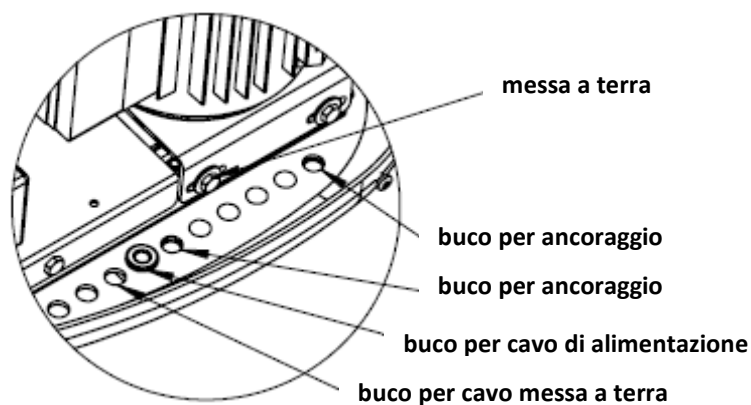

fig. 3
- L'ancoraggio viene effettuato per mezzo di bulloni M8-160 (fig. 3) e con l'aiuto di tassello chimici (malta e resina bicomponente per fissare parti meccaniche con sottostrati minerali). La profondità delle viti è di 138 mm. Per il blocco applicare rondelle larghe 8,2 e dado autobloccante M8. I bulloni ed altro materiale non fanno parte della fornitura.
- L'ancoraggio viene effettuato per mezzo di bulloni M8-160 (fig. 3) con l'aiuto di tasselli chimici. La profondità delle viti è di 138 mm. Per il blocco applicare rondelle larghe 8,2 e dado autobloccante M8. I bulloni ed altro materiale non fanno parte della fornitura.
- Il cavo di alimentazione 3x1,5mm² attraversa il passacavo del coperchio inferiore, si veda la fig. 3. Il cavo deve essere protetto contro lo strappo accidentale mediante un fusibile installato. Il cavo deve essere condotto fino all'impianto di nuoto controcorrente nei cavicondotti di sicurezza.